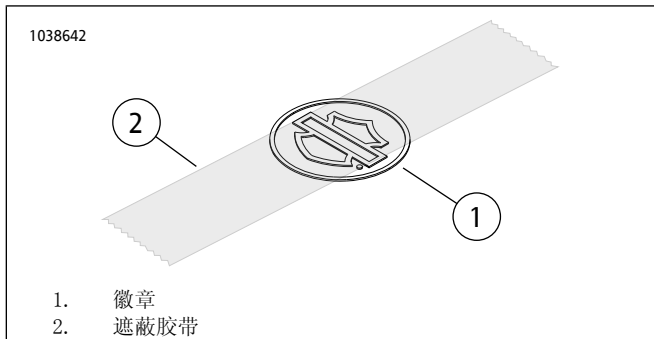

图1。在徽章上粘贴胶带
2. 参见图1。将一段3英寸的遮蔽胶带居中粘贴至徽章的Bar & Shield上方。